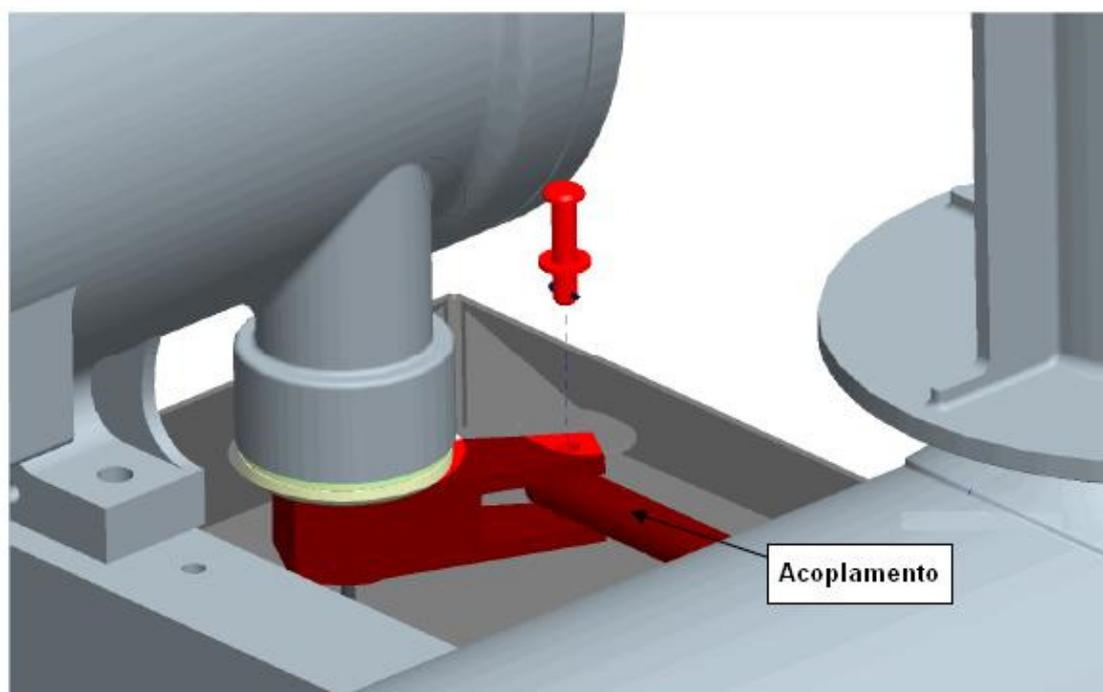

Figura 4: Remoção do Pino do Acoplamento
1. Remover o pino, a arruela e a presilha phi (Figura 4).